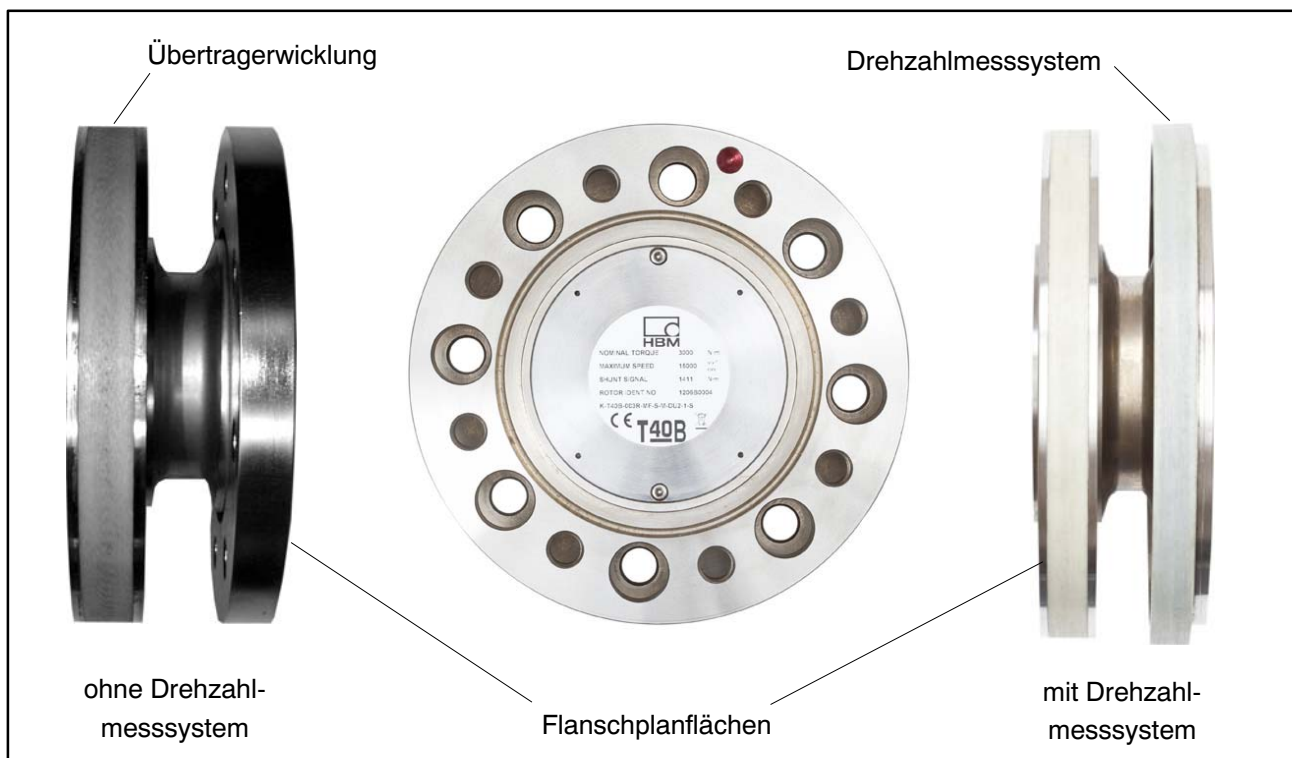

Abb. 4.9: Verschraubung des Rotors
2. Verwenden Sie für die Verschraubung des Rotors (siehe Abb. 4.9) sechs bzw. acht Innensechskantschrauben DIN EN ISO 4762 der Festigkeitsklasse nach Tabelle 4.1 in geeigneter Länge (abhängig von der Anschlussgeometrie, siehe Tabelle 4.1 auf Seite 76).